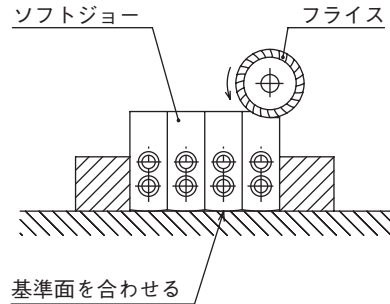

図 12-2
- ② 工作物の把握部が正方形の場合、ソフトジョーを取り外し、図12-2のように基準面を揃えて並べ、把握部をフライスで成形してください。